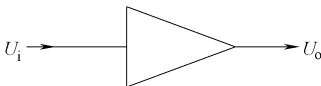

图 5-126 集成电路内电路中放大器电路符号
- 5. 集成电路内电路中放大器电路符号 (见图 5-126)